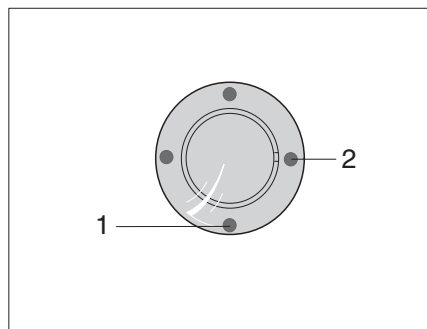
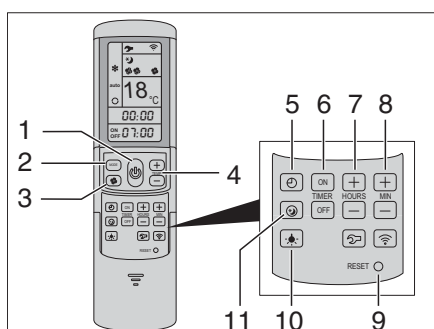

Bild 255 IR-mottagare/funktionsindikeringsring
Bild 256 Fjärrstyrning
Klimatanläggningen är monterad på fordonets tak. Fjärrstyrningen (Bild 256) för klimatanläggningen finns i köket.
- Anslut fordonet till 230 V-försörjningen. Klimatanläggningen är driftklar. Den blåa lysdioden (Bild 255,1) lyser.
- Tryck på knappen (Bild 256,1) på fjärrstyrningen för att slå på. Den blåa lysdioden (Bild 255,1) blinkar.
- Ställ in önskat driftläge med knappen MODE (Bild 256,2).
- Ställ vid behov in önskat fläktsteg med knappen (Bild 256,3) och rumstemperaturen med knapparna (Bild 256,4).
Nås den inställda temperaturen på fjärrstyrningen slocknar den blåa lysdioden (Bild 255,1), kompressorn stängs av och cirkulationsfläkten körs vidare.
- Tryck på knappen (Bild 256,1) på fjärrstyrningen igen.
- Slå på med knappen (Bild 256,1) på fjärrstyrningen för programmering av klimatanläggningen.
- Ställ in önskat driftläge med knappen (Bild 256,2) och rumstemperaturen med knapparna (Bild 256,4).
- Välj önskad funktion med knapparna (Bild 256,6).
- Välj önskad kopplingstid (15 minuter till 24 timmar) med knapparna (Bild 256,7 och 8).
- Bekräfta inställningen med knapparna "ON" eller "OFF" (Bild 256,6).